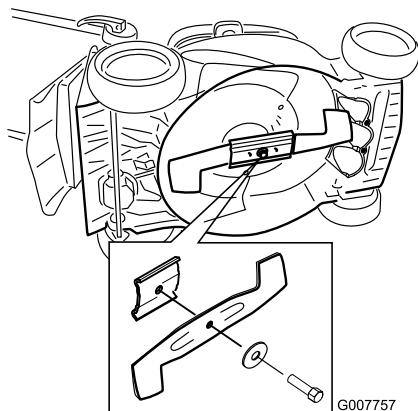

Figura 30
2. Incline il tosaerba sul fianco, con il filtro dell'aria in alto (Figura 30).